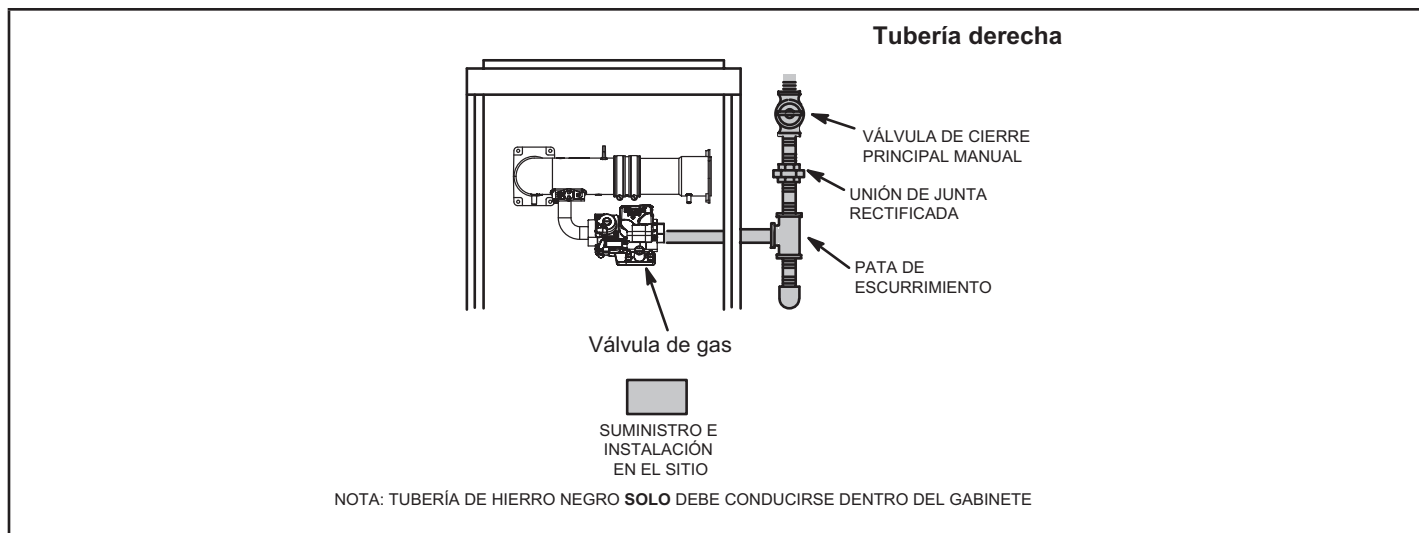
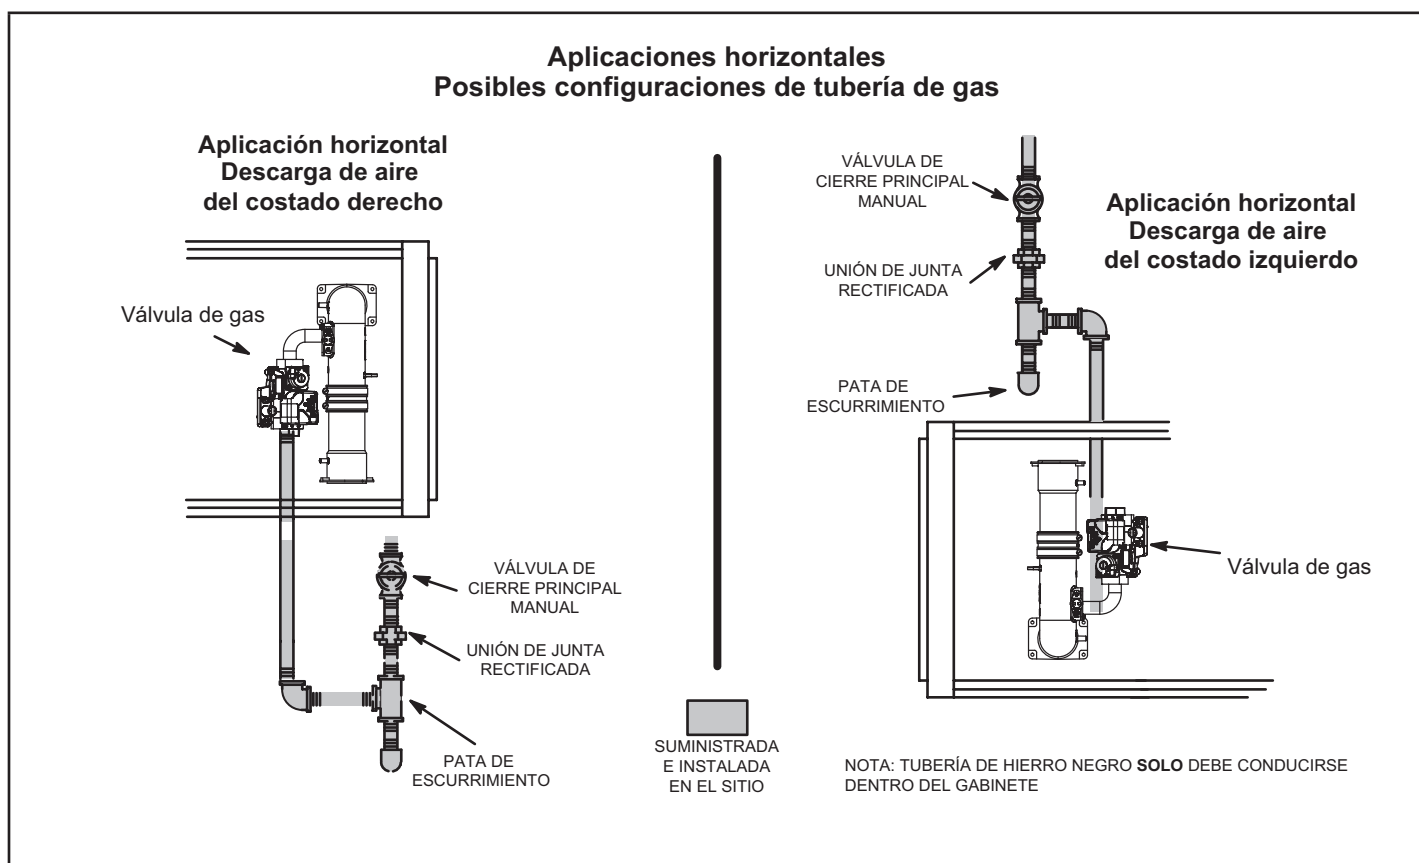

FIGURA 58
FIGURA 59
- 1 - La tubería de gas se puede conducir a la unidad a través del lado derecho únicamente. La tubería de suministro entra a la válvula de gas desde el costado de la válvula como se muestra en la FIGURA 58. Conecte la tubería de suministro de gas a la válvula de gas. La torsión máxima es de 800 pulg-libras y la torsión mínima es de 350 pulg-libras cuando se conecte la tubería de gas a la válvula de gas.
- 3 - La tubería de gas no debe tenderse a través de los conductos de aire, canaletas de ropa, chimeneas o ventilación de gas, montaplatos o el hueco del ascensor. Centre la línea de gas en el centro del agujero para tuberías. La línea de gas no debería tocar el costado de la unidad. Ver la FIGURA 58 y la FIGURA 59.